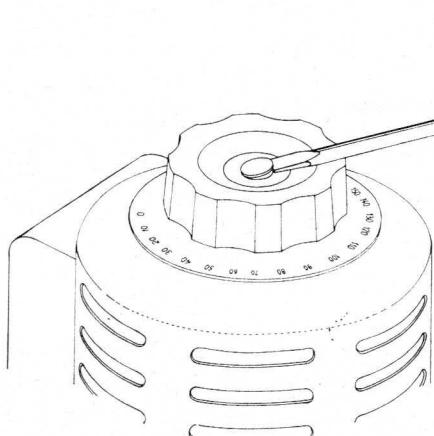

Fig. 4
- Enlever le bouton de commande en desserrant sa vis de fixation. Celle-ci est cachée par un petit capot (voir figure 4).